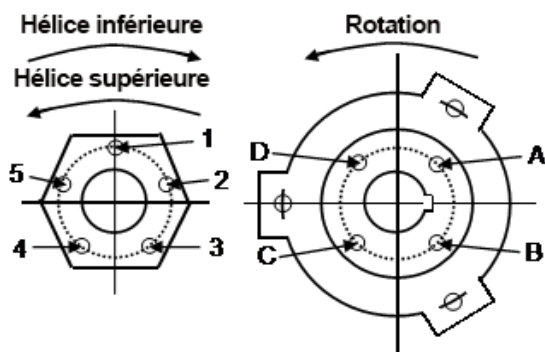

Figure 13.
- Alignez le trou « 5 » de l'écrou de réglage avec le trou « D » de l'embrayage du moteur (voir Figure 13), ou assurez-vous que des trous similaires sont dans la même position. Si l'on fait preuve de précaution, cela donnera un jeu initial de la roue de 0,001 à 0,003 ", selon la taille de l'arbre ou le pas du filetage.